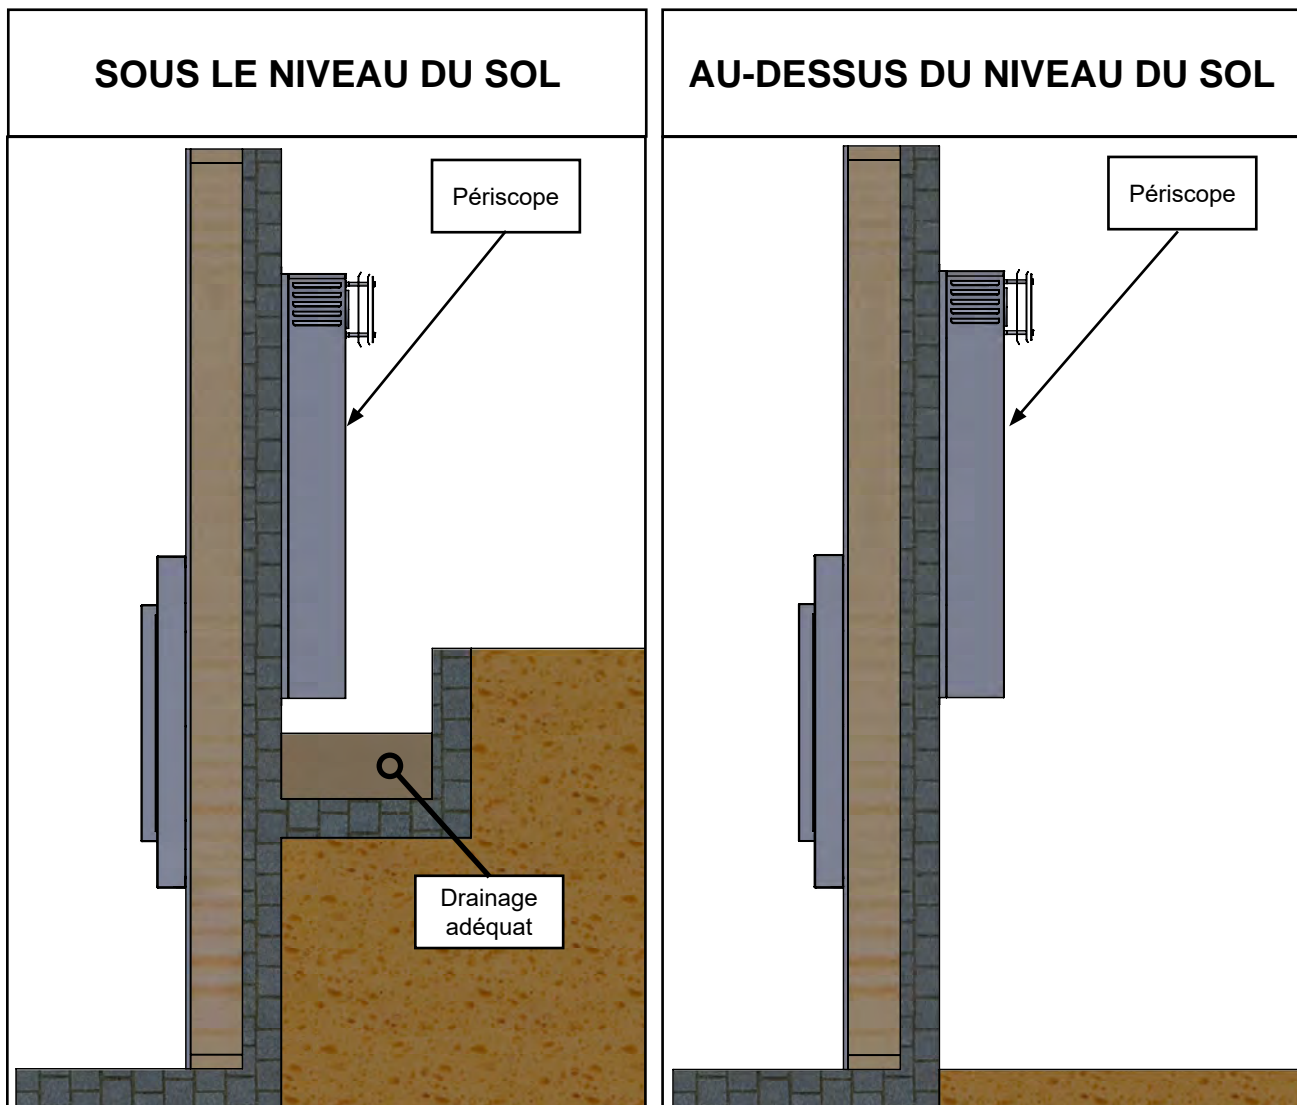

Figure 10.5.01
- Un périscopes possède deux coudes de 90° qui comptent dans le calcul du nombre de coudes permis pour le système de cheminée. Par exemple, l'installation illustrée à la **Figure 10.5.01** utilise 2 coudes de 90°.
- Si la terminaison périscopique est installée sous le niveau du sol (p. ex. : pour un sous-sol), un drainage adéquat doit être conçu pour empêcher l'eau d'entrer à l'intérieur de la terminaison périscopique (voir **Figure 10.5.01**).